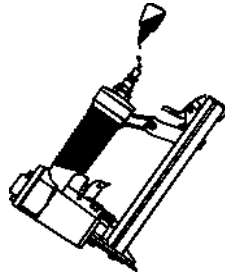

Bild 3
1. Die Sperre nach unten drücken und das bewegliche Magazin entriegeln. Danach das Magazin vollständig herausziehen, siehe Bild 3.